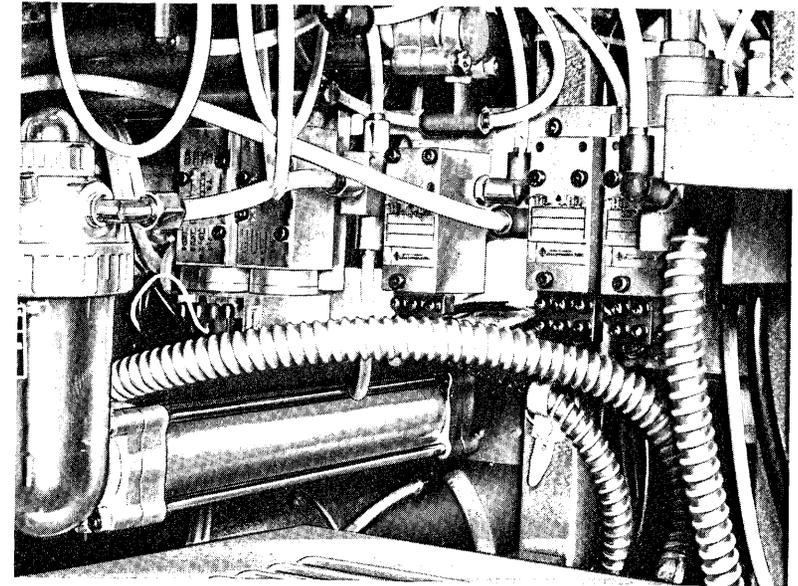

Fig. 5
- m) Un gruppo valvole ed elettrovalvole (fig. 5) per l'azionamento delle varie funzioni pneumatiche.